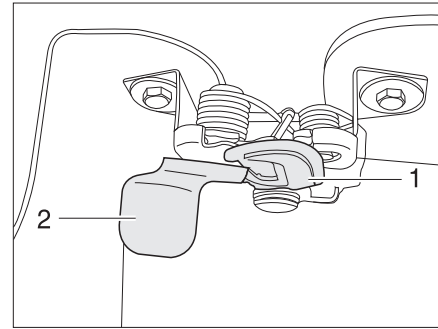

Fig. 24 Palanca de desbloqueo del capó del motor, en el exterior
- Meter una mano debajo del capó del motor y activar el gancho de retención (Fig. 24,1). Para esto meter la mano detrás de la placa (Fig. 24,2) y tirar la placa hacia delante.